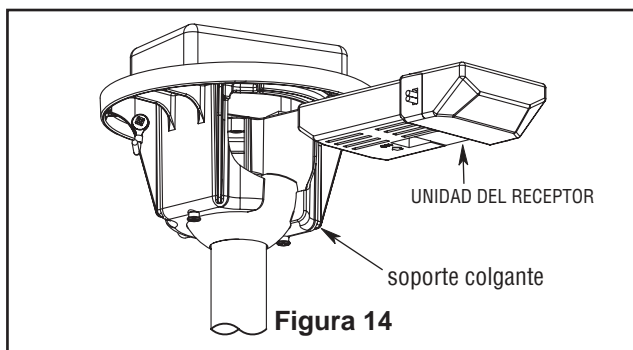

Figura 14
3. Deslice la unidad del receptor en el extremo abierto del soporte colgante. (Figura 14)